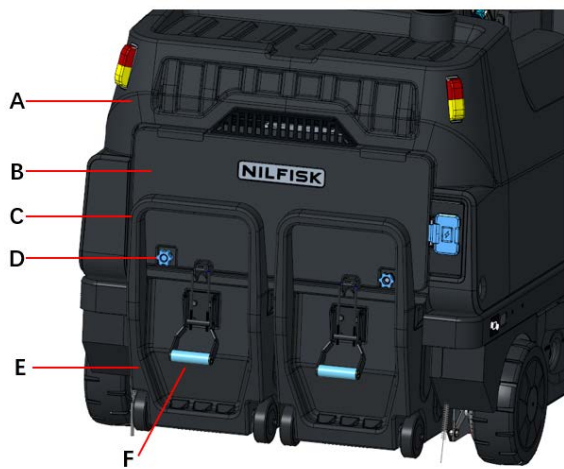

Figura 62
3. Quite la tapa (A, Figura 62).
4. Desenganche el pestillo (A, Figura 62) tirando de su extremo inferior.
5. Quite la tolva (E, Figura 62) desactivándola de las guías internas con la manija (C, Figura 62).
6. Desenrosque las perillas (D, Figura 62) y quite la tapa del compartimento del filtro (C, Figura 62).